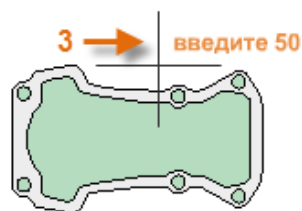

Рисунок 4.15 – Результат подовження
Для цього виконайте команду **РАСТЯНУТЬ** (або введіть **Р** в командному рядку) і оберіть об'єкти за допомогою січної рамки (1 і 2), як показано на рисунку 4.14. Використання січної рамки є обов'язковим. Розтягується тільки геометрія, яка перетинається січною рамкою. Потім клацніть у будь-якому місці креслення (3), перемістивши курсор праворуч і введіть необхідну відстань у поле *Расстояние*, наприклад 50 мм (рис. 4.15).